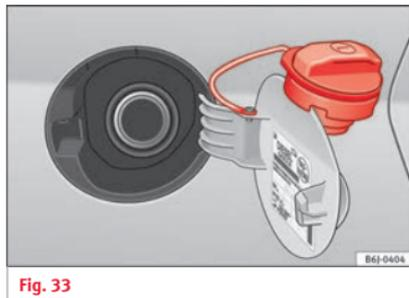

Fig. 33
- Accrochez le bouchon sur le bord supérieur du volet du réservoir » fig. 33.